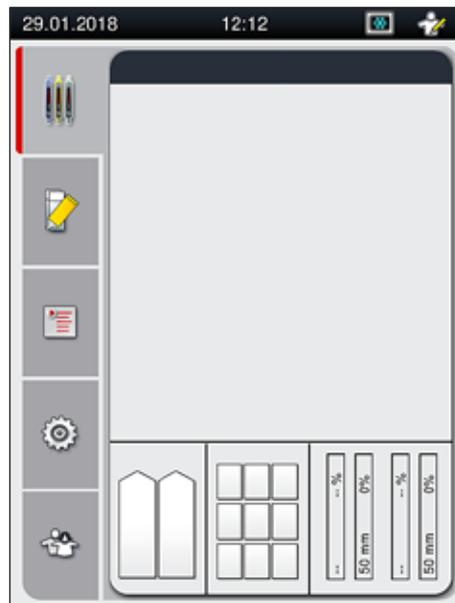

Fig. 12
7. Após concluir a fase de inicialização, surge na tela o **Menu principal** (→ Fig. 12).